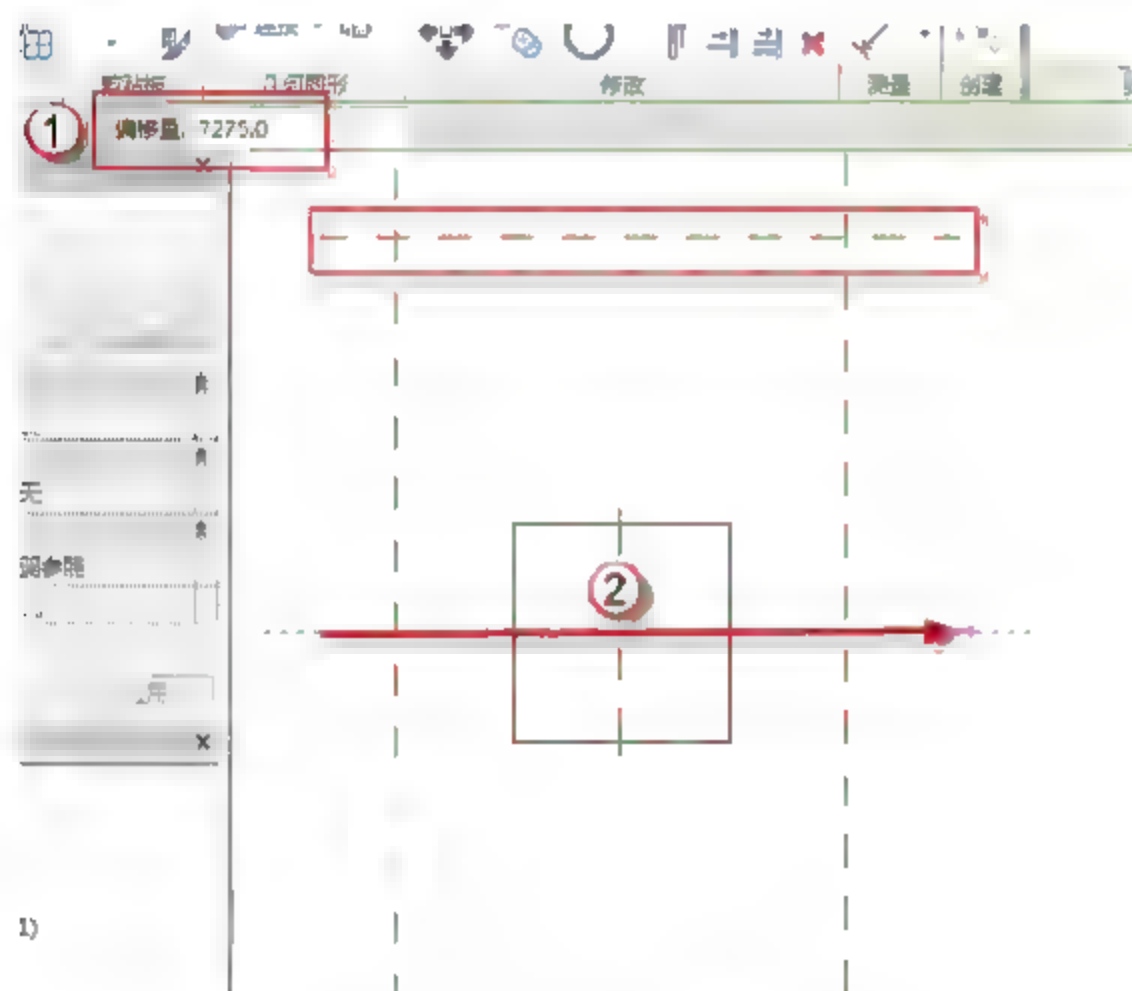

图 12.1.29 绘制辅助线
(4) 绘制辅助线。按快捷键 **R+P**，在“偏移量”后输入“7275”字样，然后绘制辅助线，如图 12.1.29 所示。